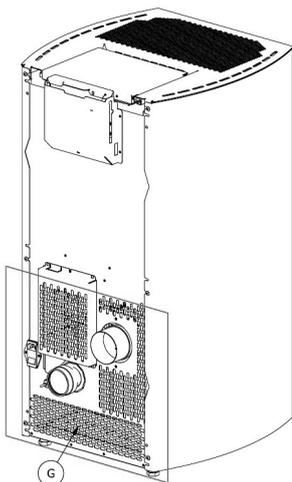
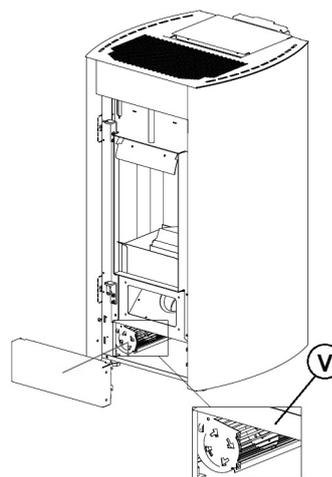

Fig. 87 - Zadnja rešetka
Fig. 88 - Ventilatorji
- Ko ste zaključili s čiščenjem zgorevalne komore, svetujemo čiščenje rešetke „G“ na zadnji steni peči (glejte **Fig. 87**) in ventilatorjev „V“, odstranite morebitni nabrani prah ali umazanijo, s čimer ohranite visoko zmogljivost (glejte **Fig. 88**). Letno čistite pepel in prah z ventilatorja za prostor, saj sicer lahko povzročita premik lamel in večji hrup.
LEGENDA Fig. 87 - Fig. 88